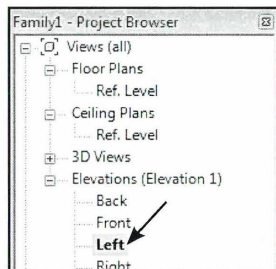

Fig. 09.03. Left View.
- Stå i *Left* i *Project Browseren* (Fig. 09.03).